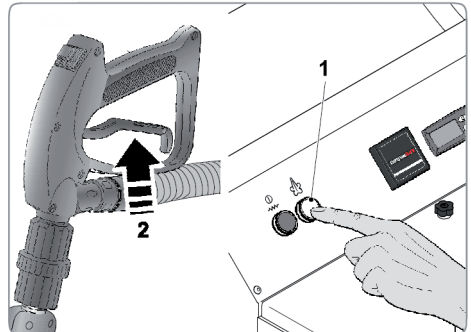

Abb. 20
Drücken Sie zur Dampfabgabe den Dampf-Freigabeschalter (1 – Fig. 20) und den Auslöser (2) des Pistolengriffs. Wenn Sie den Auslöser freigeben (loslassen), wird die Dampfabgabe gestoppt.